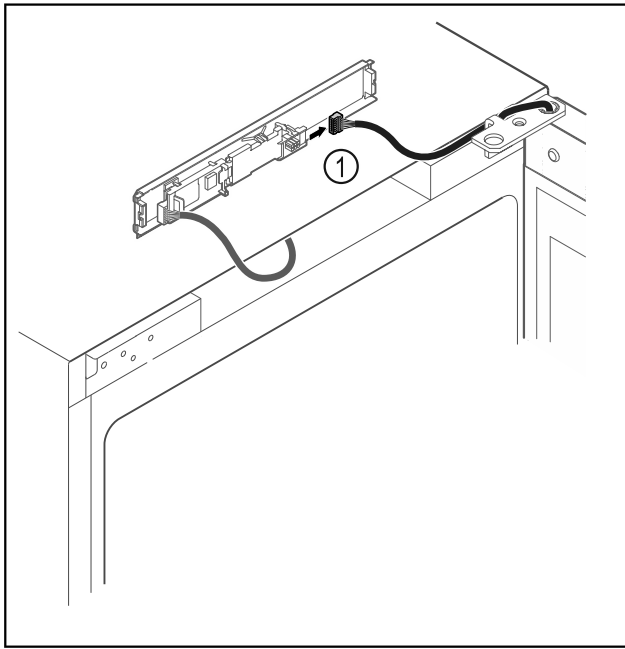

Fig. 8
- Stecker Fig. 8 (1) von Platine abstecken.